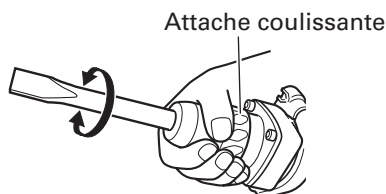
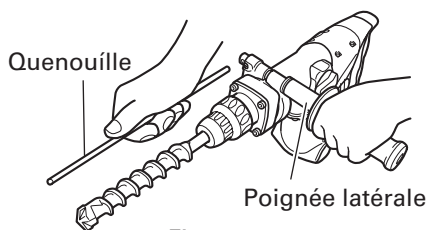

Fig. 9
Fig. 10
- (c) Tourner l’attache coulissante comme indiqué à la Fig. 9 et fixer dans le sens de travail voulu.
- (d) Commuter le sélecteur sur “frappe” en procédant comme indiqué au point (1) ci-dessus et fixer la position de l’outil.
5. Installer la quenouille (Fig. 10)